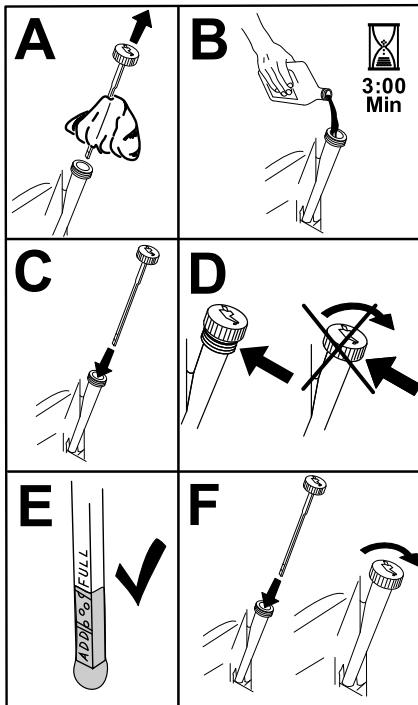

Рисунок 53
- Медленно залейте приблизительно 80% объема масла указанного типа в заливную горловину и затем медленно добавляйте масло, чтобы довести его уровень до отметки Полный (Рисунок 53).